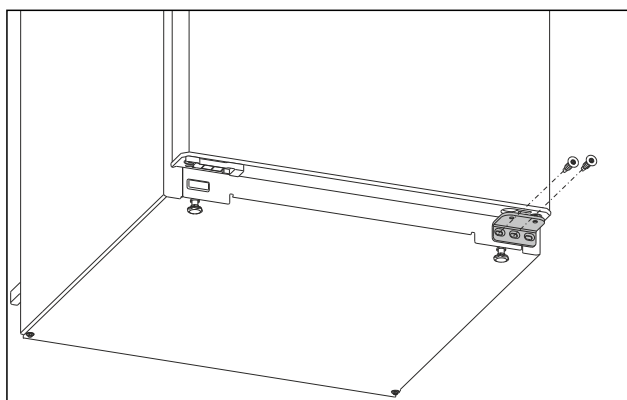

Fig. 6
- Na donjem ležajnom postolju odvrnite srednji vijak odvijačem Torx 20. Fig. 6 ()
- Na donjem ležajnom postolju odvrnite unutarnji vijak odvijačem Torx 20. Fig. 6 ()